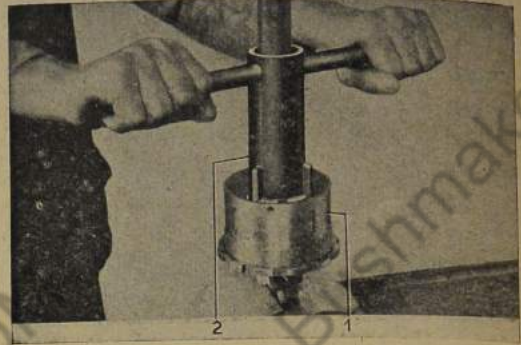

Bild 314: Nutmutter für Schrägkugellager vom Antriebskegelrad abschrauben
4. Nutmutter für das zweireihige Schrägkugellager vom Antriebskegelrad entsichern (Sicherungsblech) und mit Steckschlüssel Nr. 1201 herausschrauben (Bild 314).